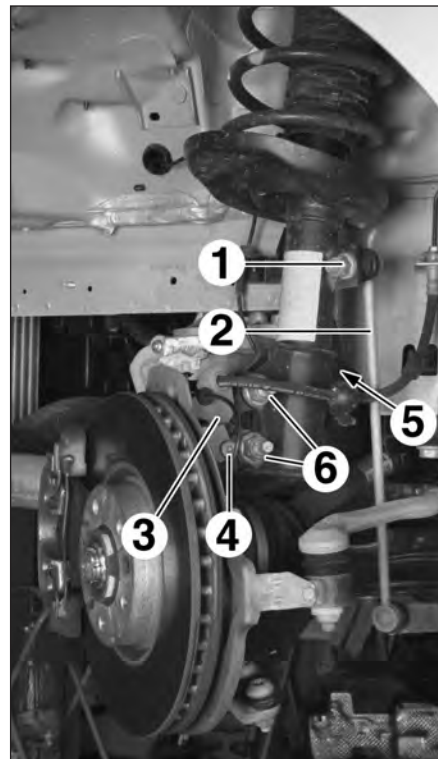

FIG.5
- l'écrou supérieur (1) de biellette de barre stabilisatrice (2) sur l'élément de suspension (Fig.5),
- la vis (4) du support de flexible de frein (3),
- l'écrou (5) du support du faisceau électrique,
- les boulons inférieurs (6) de l'élément de suspension.
- la biellette de barre stabilisatrice (2) de l'élément de suspension,
- le support du flexible de frein (3),